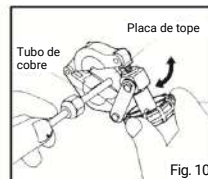

Fig. 10
- 2 Seleccione una abrazadera que sea compatible con el tamaño del tubo y luego coloque el tubo de manera que el extremo del tubo contacte con la placa de tope. (Fig. 10)